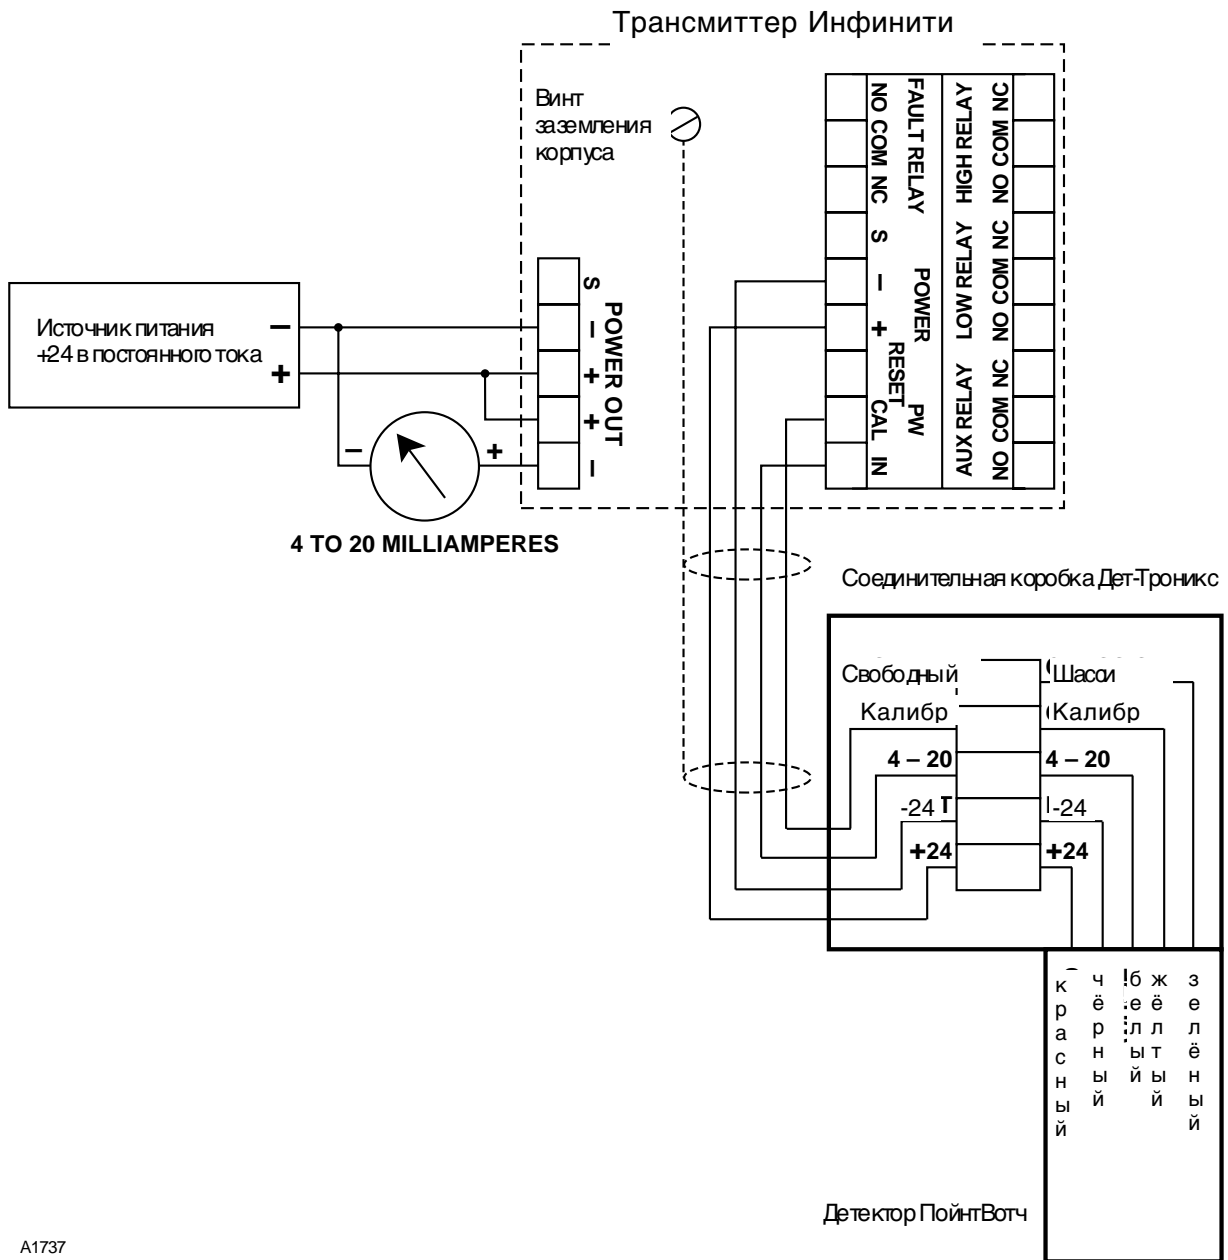

Рис. 20. Раздельное размещение датчика при работе ПойнтВотч с трансмиттером Инфинити.
2. Подсоедините провода детектора к клеммной колодке в соединительной коробке, как это показано на рис. 20.
5. При использовании трансмиттера Инфинити осуществите его монтаж и подключение, как показано на рис. 20, следуя процедуре, описанной в инструкции на Инфинити.